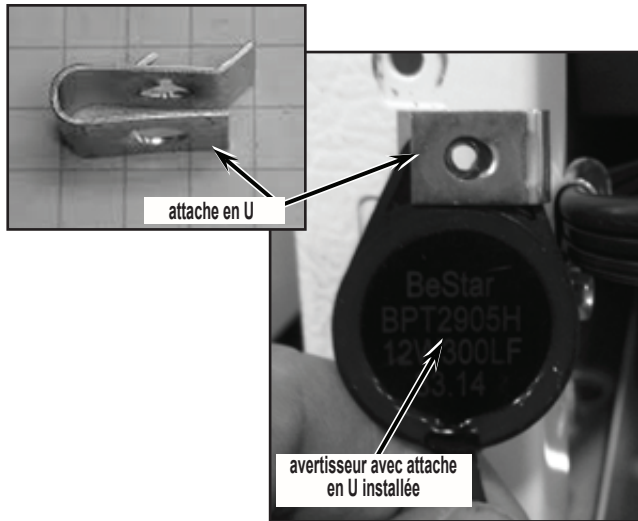

FIGURE 5
8. Installer l'attache en U sur l'avertisseur. Noter l'orientation de l'attache en U sur l'avertisseur. Voir la figure 5.